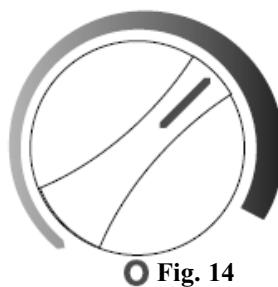

Fig. 14
- Cuando se alcanza el enfriamiento del máximo, dé vuelta detrás perilla del control de la temperatura que fija a la posición de las 2 respecto al dial de control azul graduado. Vea Fig.14.